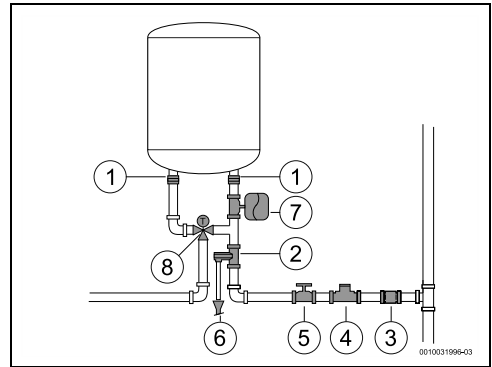

Fig. 13
- ▶ instalați o supapă reductoare (Fig. 13, [4]). Supapa de preaplin este activată întotdeauna atunci când presiunea apei de la nivelul rezervorului depășește 8 bar (± 1 bar), iar apa evacuată trebuie să fie eliminată.
- ▶ Instalați un vas de expansiune (Fig. 13, [7]) pentru a evita deschiderea supapei de preaplin în mod frecvent. Volumul vasului de expansiune trebuie să fie echivalent cu 5% din volumul aparatului.